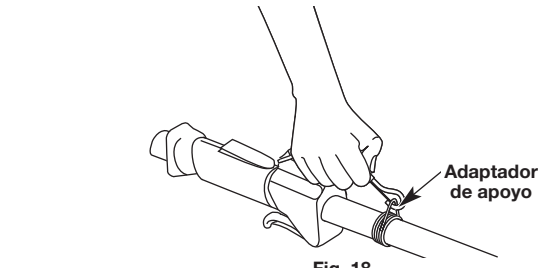

Fig. 18
- Coloque el arnés por encima de su cabeza y sobre su hombro. Abroche en el adaptador de apoyo (Fig. 18).